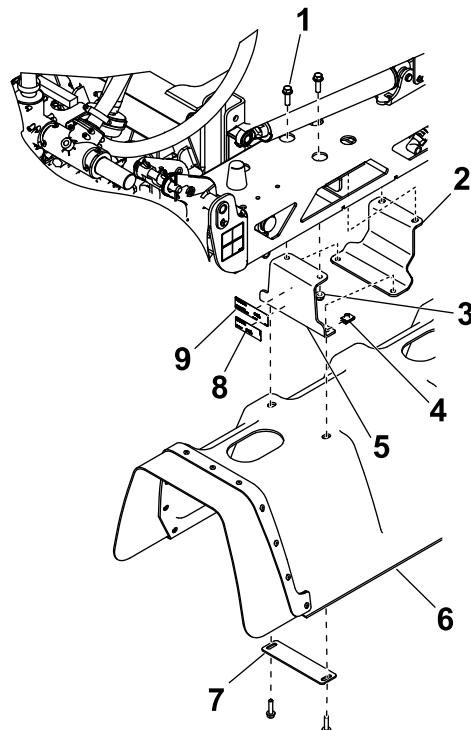

図 8
中央ブームブラケットのひとつに、銘板デカルと規制関係デカルを、図8のように取り付ける。
1. 中央ブラケット2個とブーム取り付けプレートを中心ブームに取り付ける六角ヘッドボルト3/8 x 1-1/4 インチ2本とフランジナット3/8 インチ2個を使用して、図8のように取り付ける。
2. 中央ブームブラケットに中央カバーアセンブリを図8のように取り付けるUナット4個、ワッシャプレート2枚、六角ヘッドボルト5/16 x 1 1/4 インチ4本を使用する。